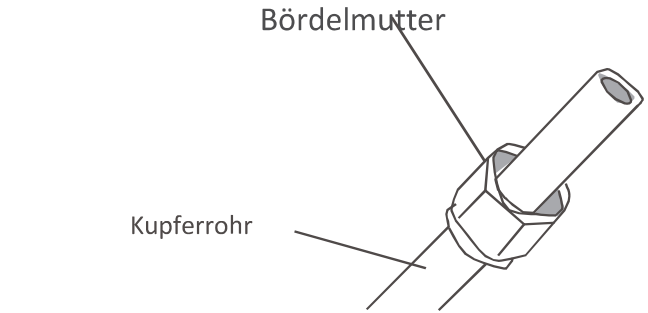

Abb. 5.3
3. Setzen Sie Bördelmuttern auf beide Rohrenden auf. Achten Sie dabei auf die richtige Richtung, weil Sie sie nach dem Aufweiten nicht mehr aufsetzen oder die Richtung ändern können. siehe **Abb. 5.3** .